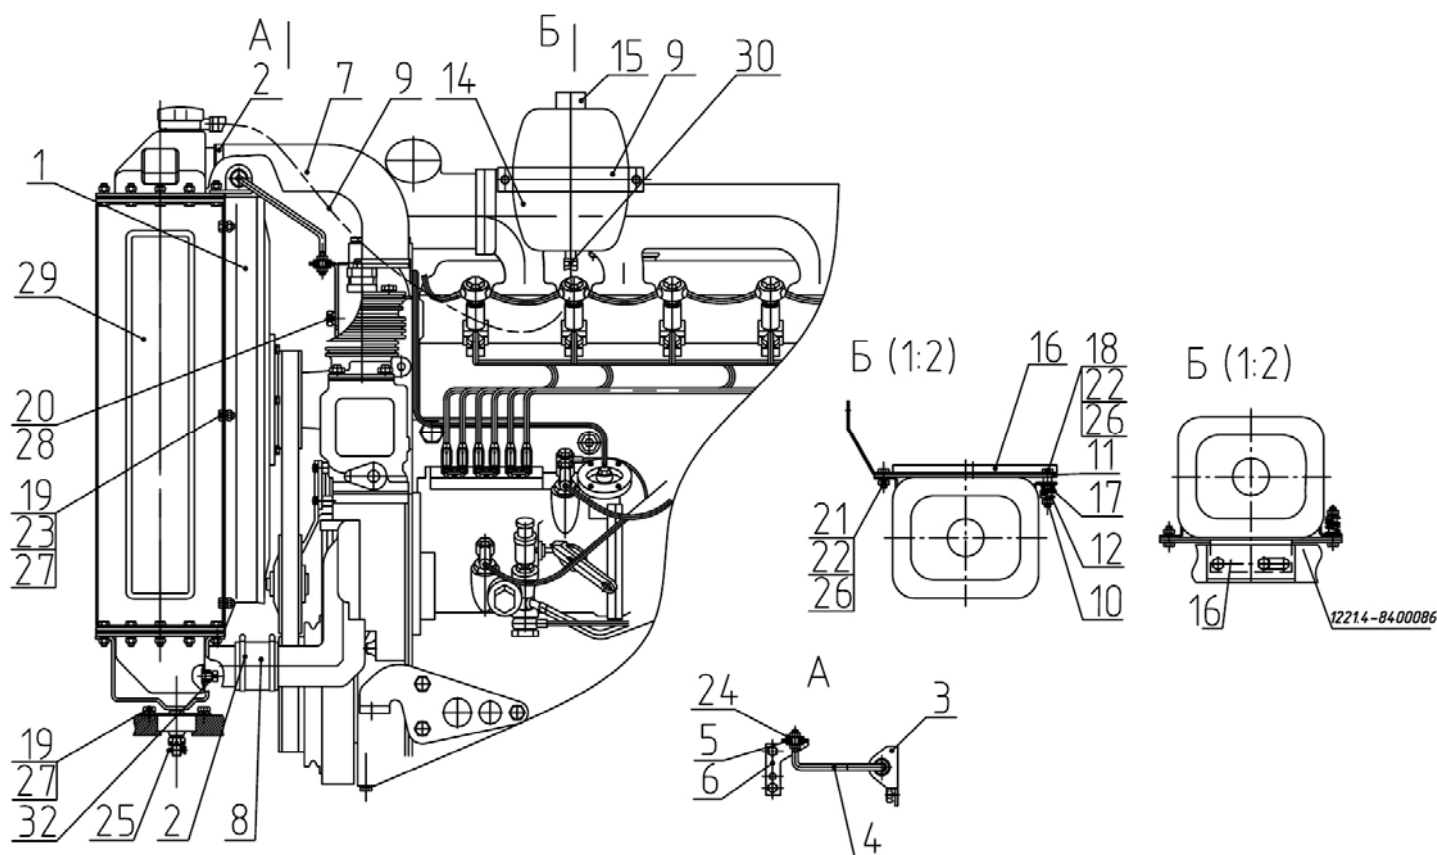

Рисунок 3.13 Установка водяного радиатора
- б) разожмите хомуты 2 (рисунок 3.13) и отсоедините шланги 7, 8;